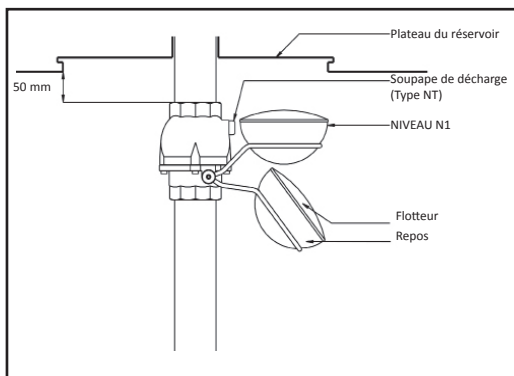

Figure 2
- 2 : Monter le Limiteur de Remplissage sur la douille du tuyau sous le plateau de trou d'homme. La côte de 50 mm minimum entre le dessus du limiteur et le générateur du réservoir doit absolument être respectée. (Figure 2)